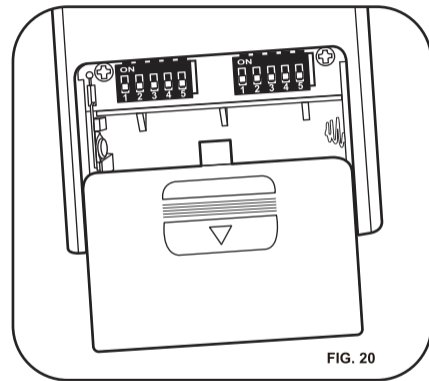

FIG. 20
1. Seleccione la frecuencia deseada en la parte posterior del transmisor. (Figure 20)